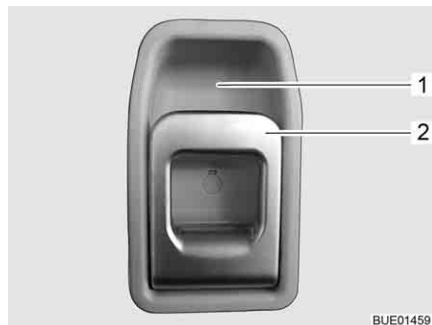

Fig. 44 Serratura della porta di ingresso, lato interno
- Tirare la maniglia (Fig. 44,2). La serratura della porta si sblocca.
- Premere la maniglia (Fig. 44,2) in alto verso l'impugnatura (Fig. 44,1).